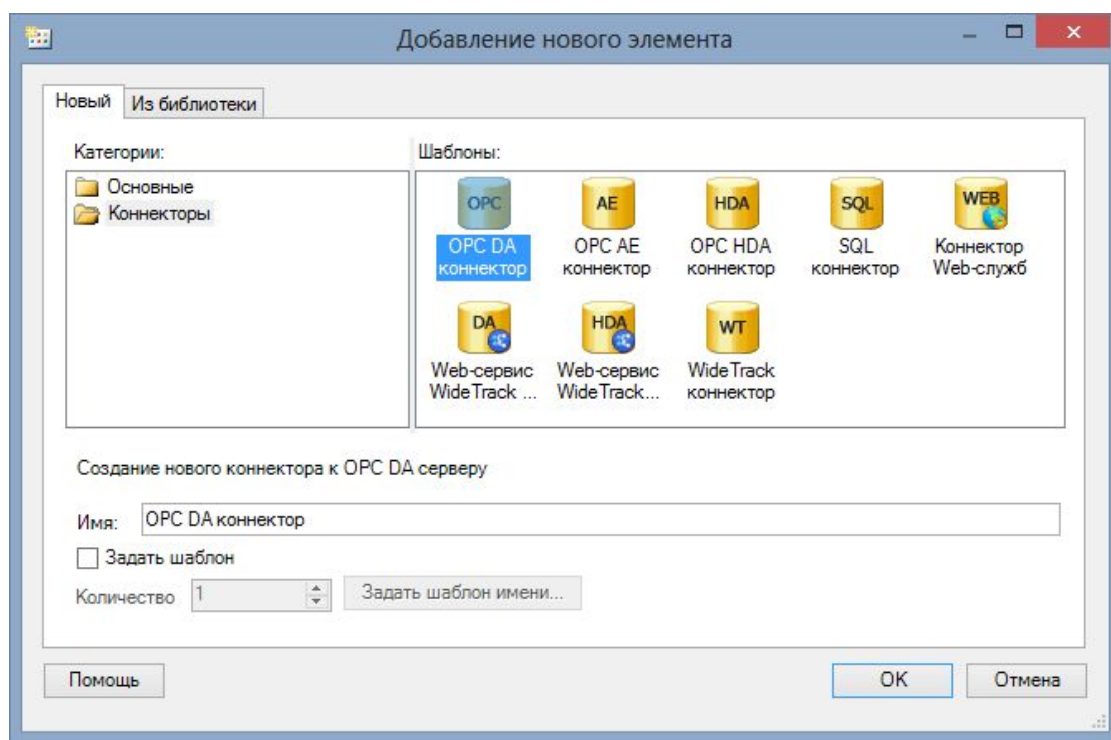

Рисунок 2.11 – Создание OPC DA коннектора
- 2 В окне **Добавление нового элемента** (рисунок 2.11) выбрать категорию **Коннекторы**, шаблон **OPC DA коннектор**, задать **Имя** и нажать **ОК**